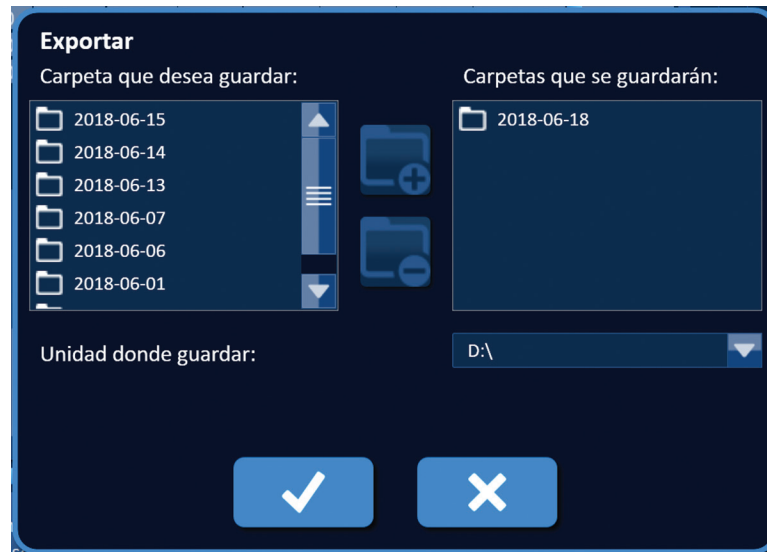

Figura 9.1.3: Cuadro de diálogo Exportar: Añadir carpeta
2. Haga clic en el botón Añadir carpeta  para añadir la carpeta seleccionada al cuadro titulado "Carpetas que se guardarán" (figura 9.1.3).